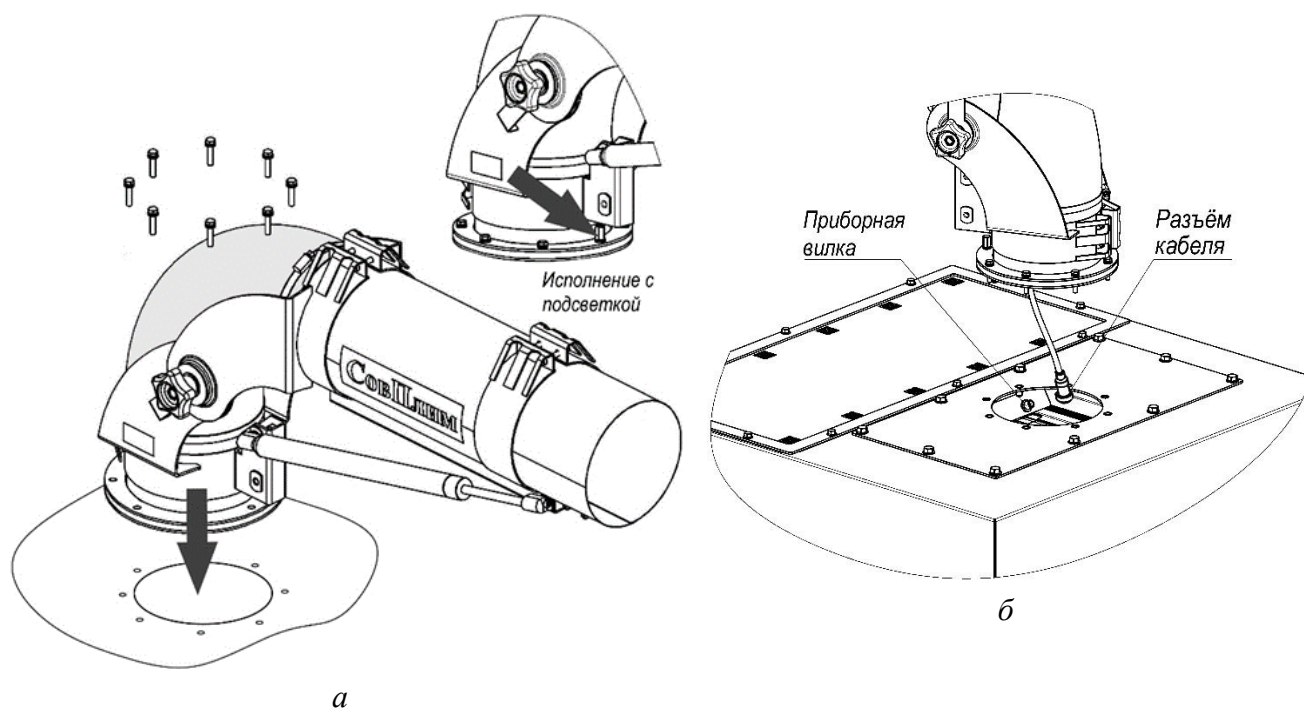

Рисунок 7
5.4.2 Выкрутить болты М6, установленные на фланце опоры поворотной. Установить внутреннюю трубу устройства на оборудование, совместив опру поворотную с отверстием диаметром 162 мм. Закрепить фланец опоры поворотной при помощи болтов М6, обращая внимание на расположение болта с увеличенной головкой для устройств с подсветкой (рисунок 7а). Для крепления устройств с подсветкой на передвижных фильтрах производства АО «СовПлим» предварительно подсоединить разъём кабеля электропитания (рисунок 7б).